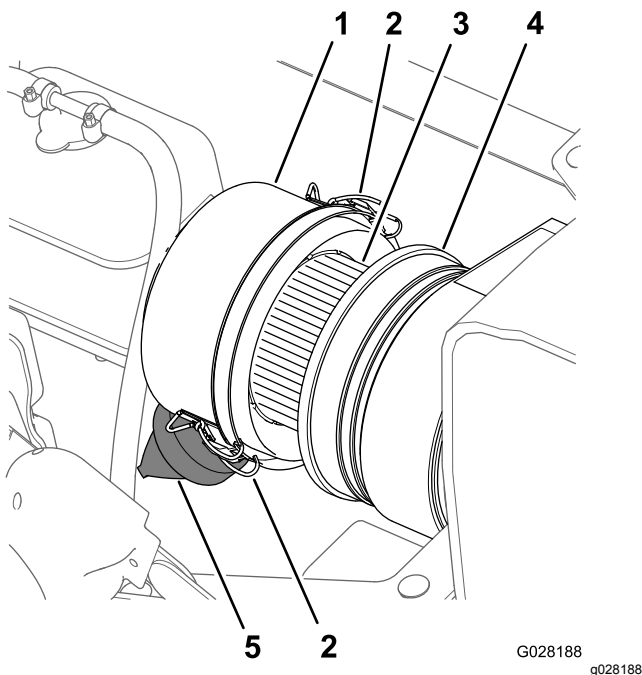
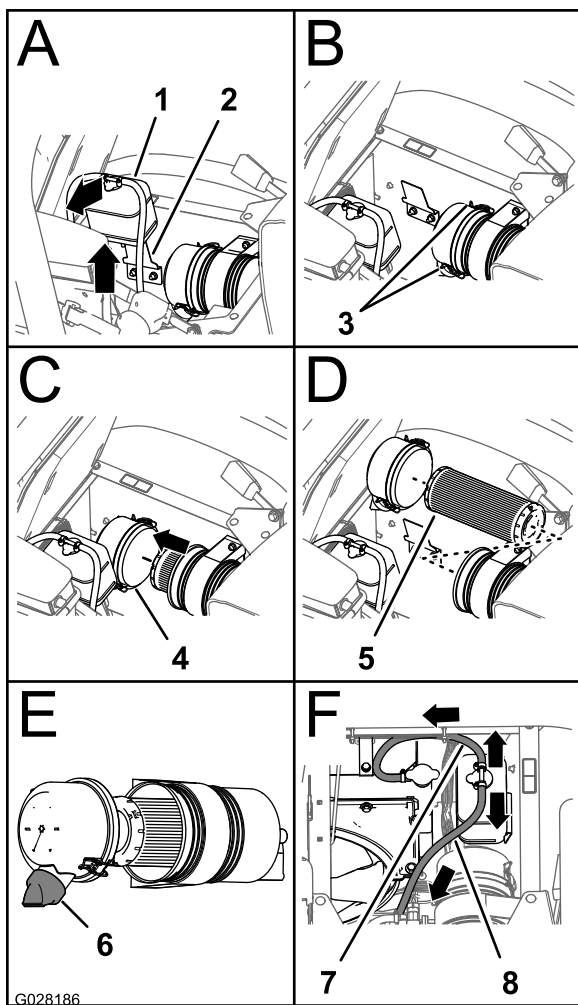

Figure 56
Figure 57
3. Essuyez soigneusement le capuchon antipoussière et le boîtier du filtre à air (Figure 56).
4. Recherchez sur le boîtier du filtre à air des dommages susceptibles d'occasionner des fuites d'air (Figure 56).
5. Pressez la valve à poussière pour éliminer les saletés, la poussière et les débris (Figure 56).
7. Vérifiez que l'élément du filtre à air ne présente pas de dépôts excessifs de poussière, saleté ou débris (Figure 56).
8. Reposez le capuchon antipoussière sur le boîtier du filtre à air et fixez-le en place avec les 2 attaches (Figure 56).
2. Essuyez soigneusement le capuchon antipoussière et le boîtier du filtre à air (Figure 56).
3. Soulevez le réservoir de trop-plein de liquide de refroidissement pour le déposer de son support (Figure 57).
- Desserrez les 2 attaches qui fixent le capuchon antipoussière sur le boîtier du filtre à air (Figure 57).
- Essuyez l'intérieur du capuchon antipoussière, du boîtier du filtre à air et de la valve à poussière avec un chiffon humide (Figure 56 et Figure 57).
- Insérez l'élément filtrant neuf dans le boîtier du filtre à air (Figure 57).
- Reposez le couvercle sur le boîtier du filtre à air et fixez-le en place avec les 2 attaches (Figure 57).
Remarque: Vérifiez que la valve à poussière est bien alignée entre les positions 5 et 7 heures vu de l'extrémité (Figure 57).
- Placez le réservoir de trop-plein du liquide de refroidissement en face de son support et fixez solidement le réservoir (Figure 57).
Important: Vérifiez que le flexible de décharge de pression est dirigé vers l'avant et le bas et que le flexible d'évent du réservoir est dirigé vers l'arrière, comme montré à la Figure 57.